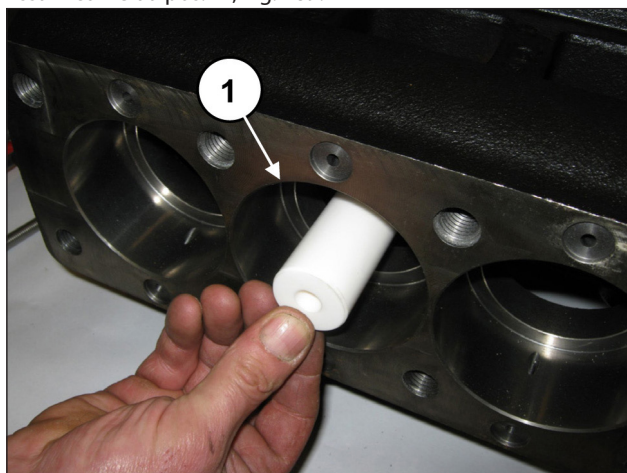
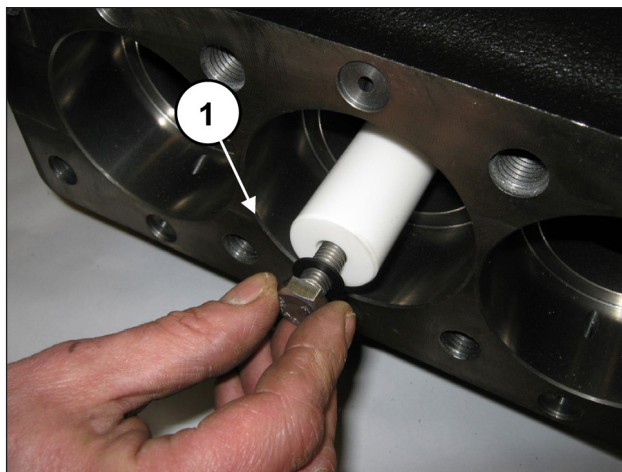

Fig. 188
Fig. 189
Montare i pistoni sulle rispettive guide (pos. ①, Fig. 188) e fissarli come da pos. ①, Fig. 189.